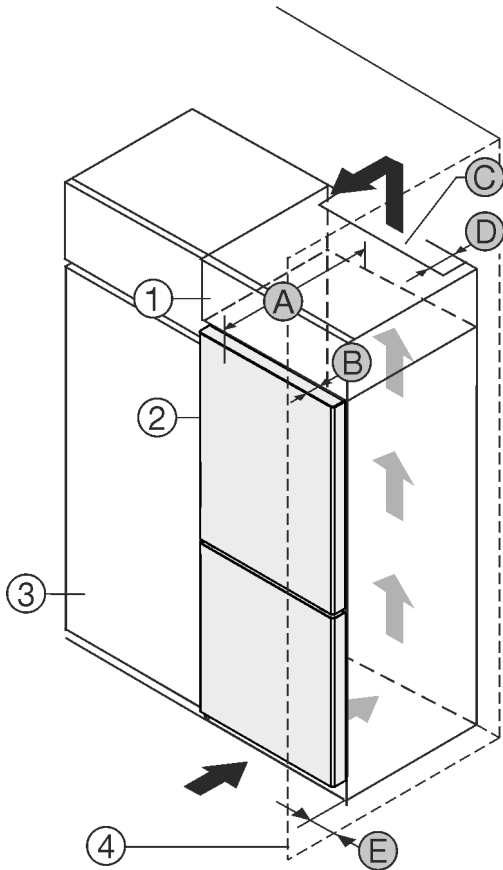

Fig. 1
- (1) Rehausse *
- (2) Appareil *
- (3) Placard de cuisine *
- (4) Mur *
- (A) Profondeur de l'appareil *
- (B) Profondeur de porte *
- (C) Section de ventilation *
- (D) Distance du dos de l'appareil *
- (E) Distance par rapport au côté de l'appareil *
Vous pouvez placer le réfrigérateur directement à côté de l'armoire de cuisine Fig. 1 (3).*
Une sortie d'air avec la profondeur Fig. 1 (D) doit être présente au dos de la rehausse sur toute sa largeur.*
La section de ventilation Fig. 1 (C) sous plafond doit être respectée.*
Si le réfrigérateur est installé avec les charnières près d'une paroi Fig. 1 (4), la distance entre le réfrigérateur et la paroi doit être d'au moins 13 mm.*
Si le réfrigérateur est installé avec les charnières près d'une paroi Fig. 1 (4), la distance entre le réfrigérateur et la paroi doit être d'au moins 20 mm.*
Pour pouvoir ouvrir complètement les portes, le réfrigérateur doit dépasser de la profondeur de la porte Fig. 1 (B) par rapport à la façade du placard. L'appareil peut déborder encore plus en fonction de la profondeur des placards Fig. 1 (3) et de l'utilisation de cales d'épaisseur.*